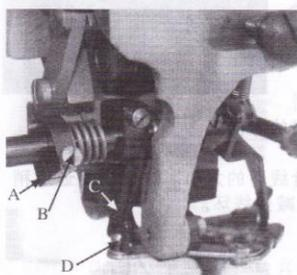
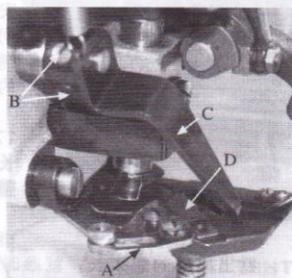
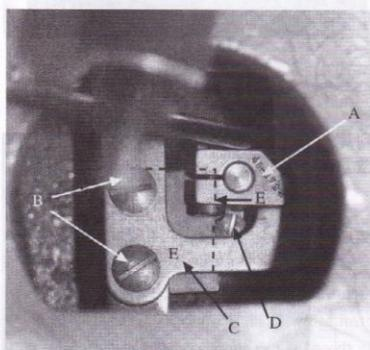

图.12
图.13
图.14
- 1) 按拉力为零时，将修剪弹簧夹 (A, 图12) 旋转大约45度，然后拧紧螺钉 (B, 图12)。
- 2) 由于剪刀 (A, 图13) 是通过剪线运转杆、修正杆传动曲柄来传递运动，必须使调整修正杆传动曲柄 (C, 图12) 卡入剪线器运转杆上的球体 (D, 图12)。
3) 检查拨线传动块 (A, 图14) 的位置通过机器后面的通孔来达到。当机器处于“停车位”时，该传动块处于水平或微微偏右下方。如果该传动块不在此位置，可松开拨线曲柄 (C, 图13) 上的两个紧定螺钉 (B, 图13)，返回机器背面，再松开拨线凸轮板 (C, 图14) 上的两个螺钉 (B, 图14)，并将传动块 (A, 图14) 移至所要求的位置，然后轻轻拧紧紧拨线曲柄 (C, 图13) 的一个螺钉。
4) 在剪线传动块上的螺钉 (D, 图14) 必须紧靠自动剪线凸轮凸角 (E, 图14) 下表面，可通过凸轮板中空处插入螺丝刀，利用其作为一个杠杆，用一个向下的压力作用于拨线凸轮板，保持凸轮板 (C, 图14) 位置正确，拨线传动块 (A, 图14) 如前所述保持水平，直到拧紧两个螺钉 (B, 图14) 为止。然后装回拨线曲柄 (C, 图13) 及传动块。
5) 压脚与拔线器之间必须有一个微小的侧隙。如果拔线器紧造压脚，可松开紧定螺钉 (B, 图13) 并稍微移动拨线曲柄，然后再检查一下前面的调整，并小心地拧紧拨线曲柄上的紧定螺钉 (B, 图13)。
下剪刀 (D, 图13) 将被向前安装在一条槽内, 以保证其切方向正确。